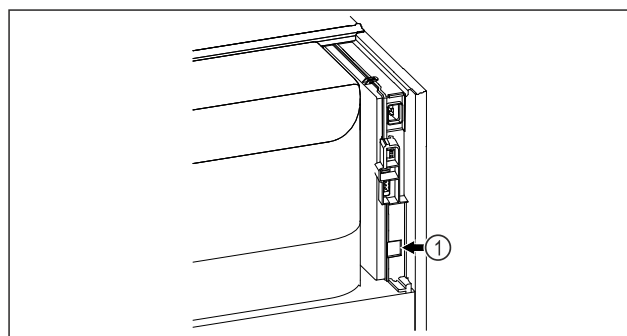

Fig. 59
- SmartModule Fig. 59 (1) on asennettu.